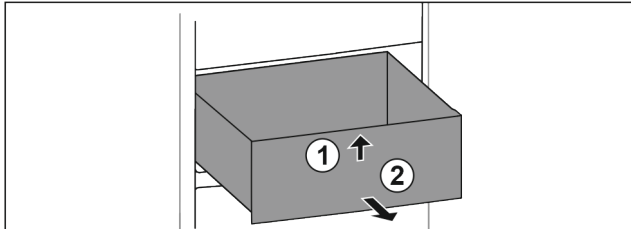

Fig. 30
- ▶ Unieść szufladę z przodu. Fig. 30 (1)
- ▶ Wyjąć szufladę do przodu. Fig. 30 (2)